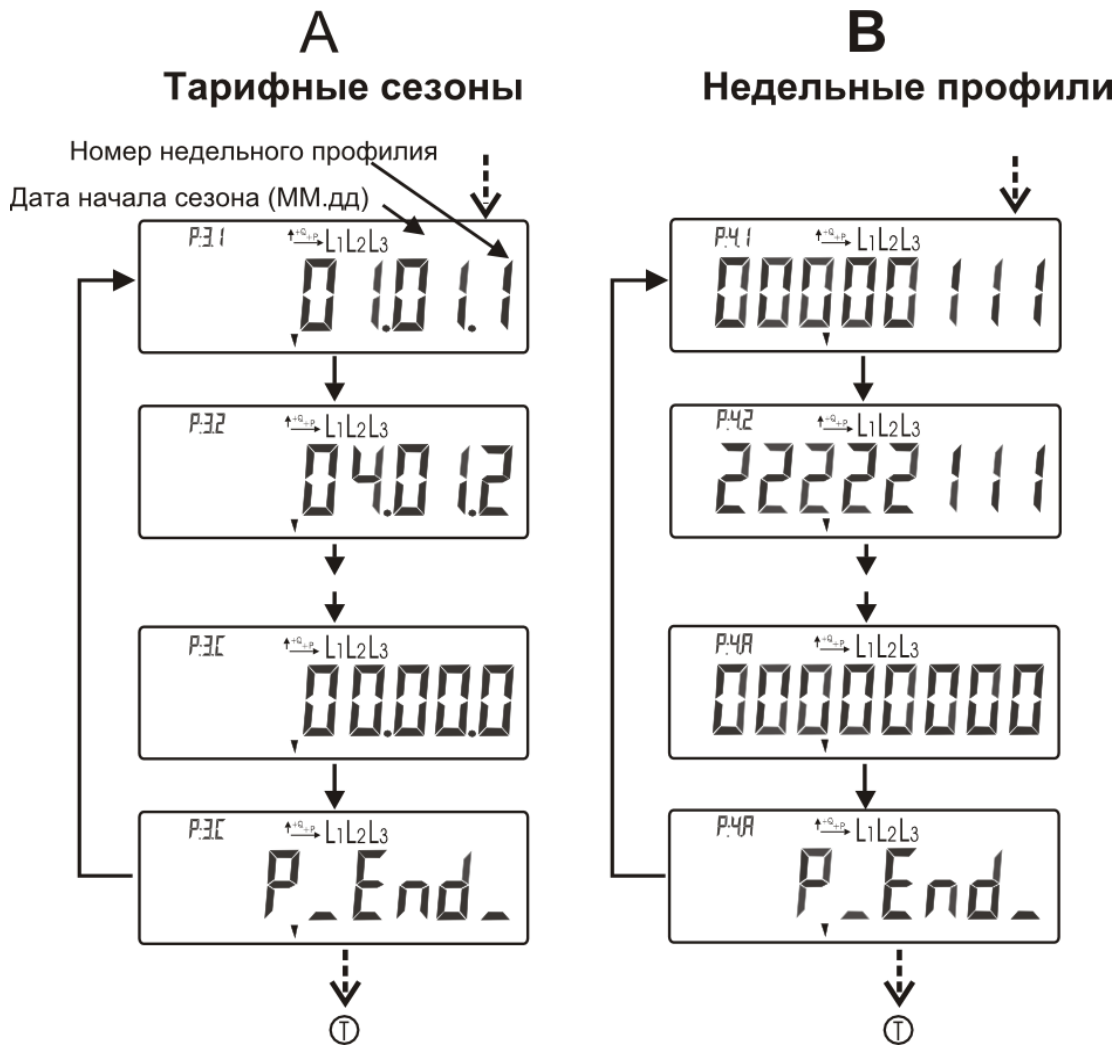

Рис. 17: Схема просмотра тарифных сезонов и недельных тарифных программ
**Код 3\_.** Окно “\_SEAS\_”. Даты начала тарифных сезонов и им, предназначенные недельные программы. Подробная схема просмотра данных тарифных сезонов указана на рисунке Рис. 17А.
**Код 4\_.** Окно “\_uEE-P\_”. Недельные программы. Просмотр информации начинается с воздействия длинным сигналом. Схема просмотра недельных программ указана на рисунке Рис. 17В.